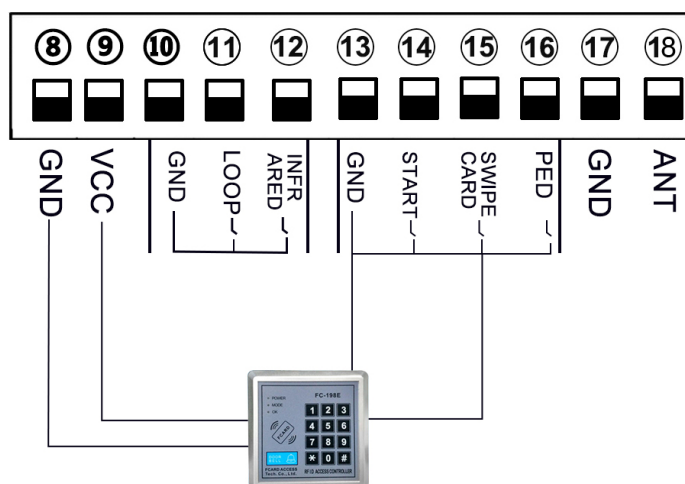

Рис. 13. Подключение внешних устройств управления на открытие
Для подключения кнопки управления, внешнего радиоприёмника или любого другого устройства с импульсным выходом только на открытие подключите его к клеммам SWIPE CARD (15) и GND (13), в случае необходимости питания внешнего устройства 12VDC подключите клеммы GND (8) на плате управления приводом к клемме “ - ” на внешнем устройстве, а клемму VCC (9) на плате управления приводом к клемме “ + ” на внешнем устройстве (см. Рис. 13).